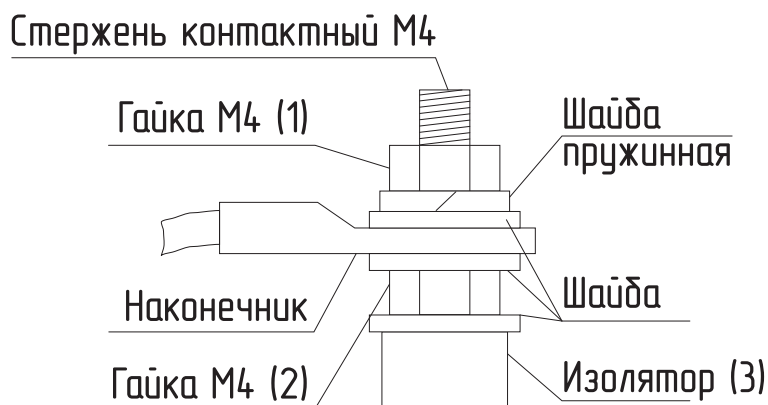

Рис. 10 Присоединение проводов к выводам блок ТЭН
- Гаек на контактных стержнях ТЭН с усилием 1,8 Нм (см. **Рис. 10**);
- При замене блока ТЭН присоединение фазных проводов к выводам блока ТЭН производить согласно **Рис. 10**. Сечение кабеля указано в **Табл. 2**;
- Провод нейтраль N подключить на перемычку блока ТЭН (**Рис. 10**).